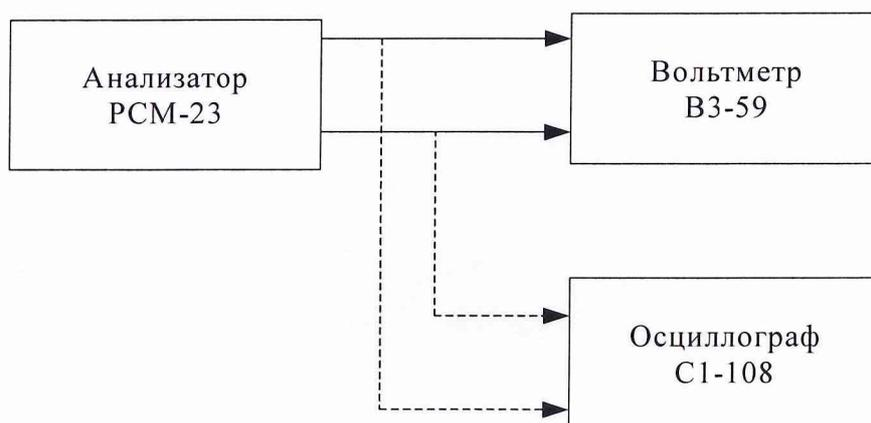

Рис.8.10.
8.3.10.1. Определение значения пикфактора шумового сигнала тестера РСМ-23 осуществляется с помощью вольтметра ВЗ-59 и осциллографа С1-108 (рис.8.10).